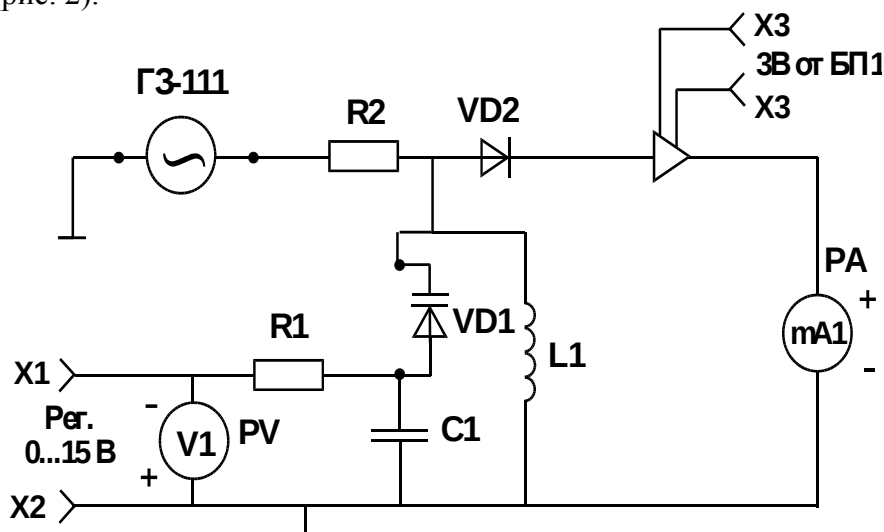

Рис. 2. Схема подключения варикапа
- 4.3. Для измерения вольт-фарадной характеристики установить исследуемый диод в гнезда схемы (рис. 2).